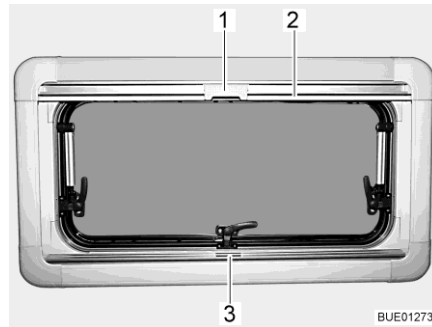

Fig. 106 Ventana abatible
- Sujetar el estor plegable por el centro del agarradero (Fig. 106,3), tirar de abajo a arriba y soltarla a la altura deseada. El estor plegable se queda fijo a esta altura.
- Tirar del agarradero de la mosquitera enrollable (Fig. 106,2) hacia abajo hasta que choque con el agarradero del estor plegable (Fig. 106,3).
- Bloquear el cierre (Fig. 106,1) de la mosquitera enrollable con el agarradero del estor plegable.
- Empujar hacia atrás el cierre (Fig. 106,1) de la mosquitera enrollable por arriba.
- Regresar la mosquitera enrollable lentamente en el agarradero (Fig. 106,2).